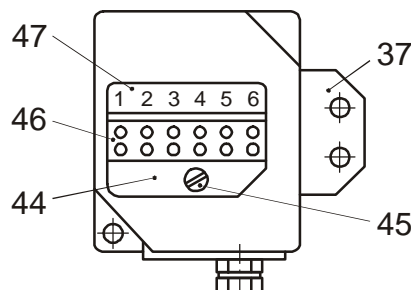

Fig. 5
1. b) Visser l'embase (44) dans le boîtier (39) avec les vis à tête conique (45). Fixer la borne à 2, 4 ou 6 fiches (46) sur l'embase (44) avec les vis à tête cylindrique (48). Coller l'étiquette d'affectation des bornes (47) sur l'embase (44). (Respecter l'emplacement selon la fig. 5).
3. Visser le support (37) avec les vis à tête cylindrique (49) au dos du frein.
4. Bien introduire le câble de la bobine, et serrer les écrous hexagonaux (42).
6. Fermer le couvercle de la boîte de connexion. Attention au joint (51) et à la rondelle d'étanchéité (53).